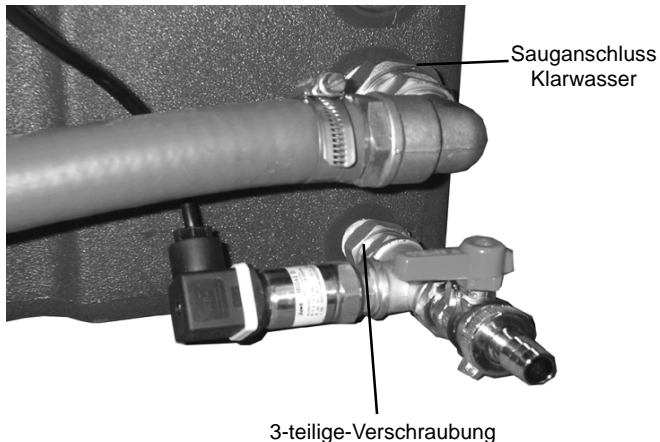

Bild 4
Der Drucksensor ist bereits ab Werk zusammen mit dem KFE-Hahn (Ablasshahn), dem ½"-T-Stück und der 3-teiligen-Verschraubung eingedichtet. Ein zusätzliches Eindichten ist nicht notwendig. Der Anschluss an den Klarwasserbehälter erfolgt über das Gegenstück der 3-teiligen-Verschraubung, das bereits am Schlaufenreaktor eingedichtet ist, siehe Bild 4.
- Schrauben Sie den vormontierten Drucksensor mittels der 3-teiligen-Verschraubung dicht an den untersten Anschluss auf der Rückseite des Klarwasserbehälters, siehe Bild 4.